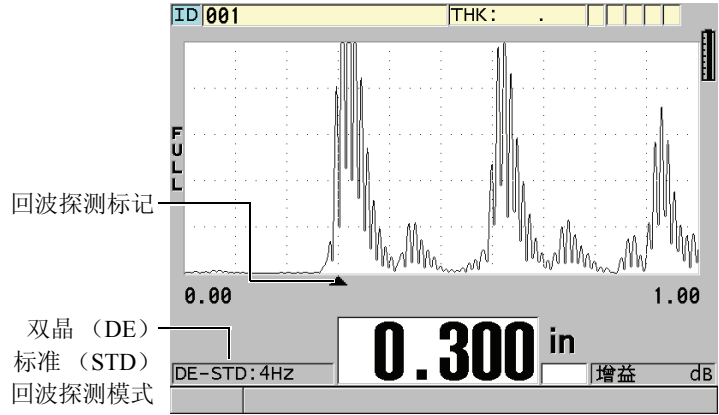

图 5-12 在标准回波探测模式下进行测量
**DE-STD**（双晶标准）指示器出现在厚度读数的左侧。三角形的回波探测标记出现在底面回波处、波形视图的下方（参见第 68 页的图 5-12）。